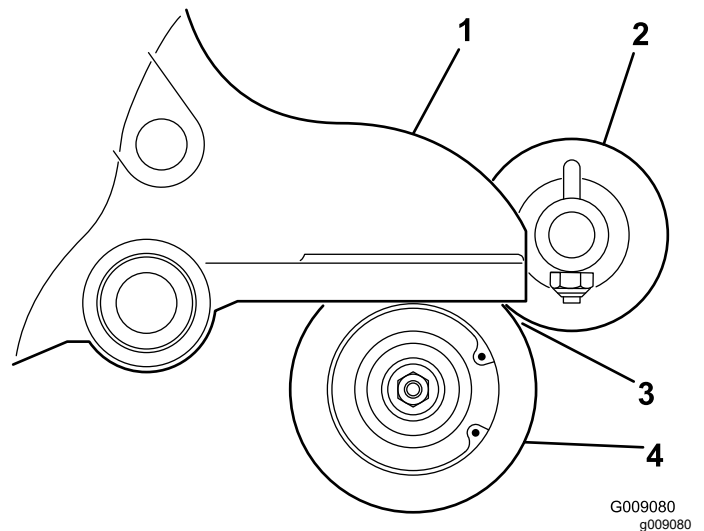

Figure 14
16. Positionnez la brosse de rouleau en léger contact (touchant à peine) avec le rouleau arrière (Figure 14).